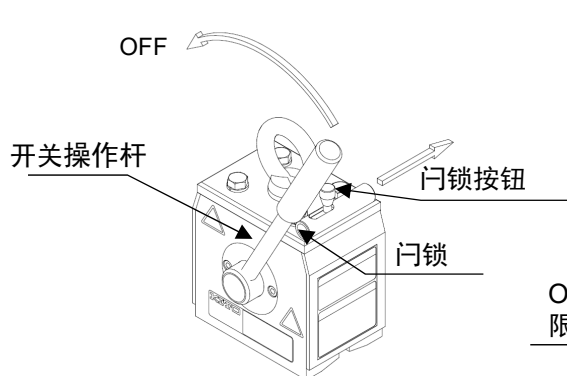

图10-3 KRD8、KRD16
⑧ 在放下货物之前，必须确认周围情况，以免发生事故。
⑨ 在确认完全接触地面之后，然后解除固定装置的锁定状态。握住开关操作杆，进行以下操作。
- KRD8、KRD16 ··· 手指勾住门锁按钮，将门锁推入主体侧。图10-3